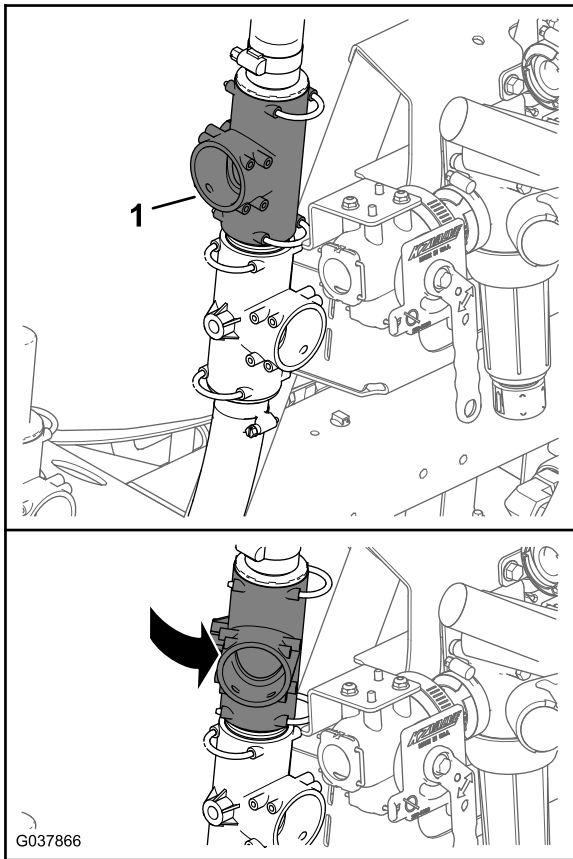

Bild 68
1. Drehen Sie das obere T-Anschlussstück um ca. 35° nach rechts (Bild 68).